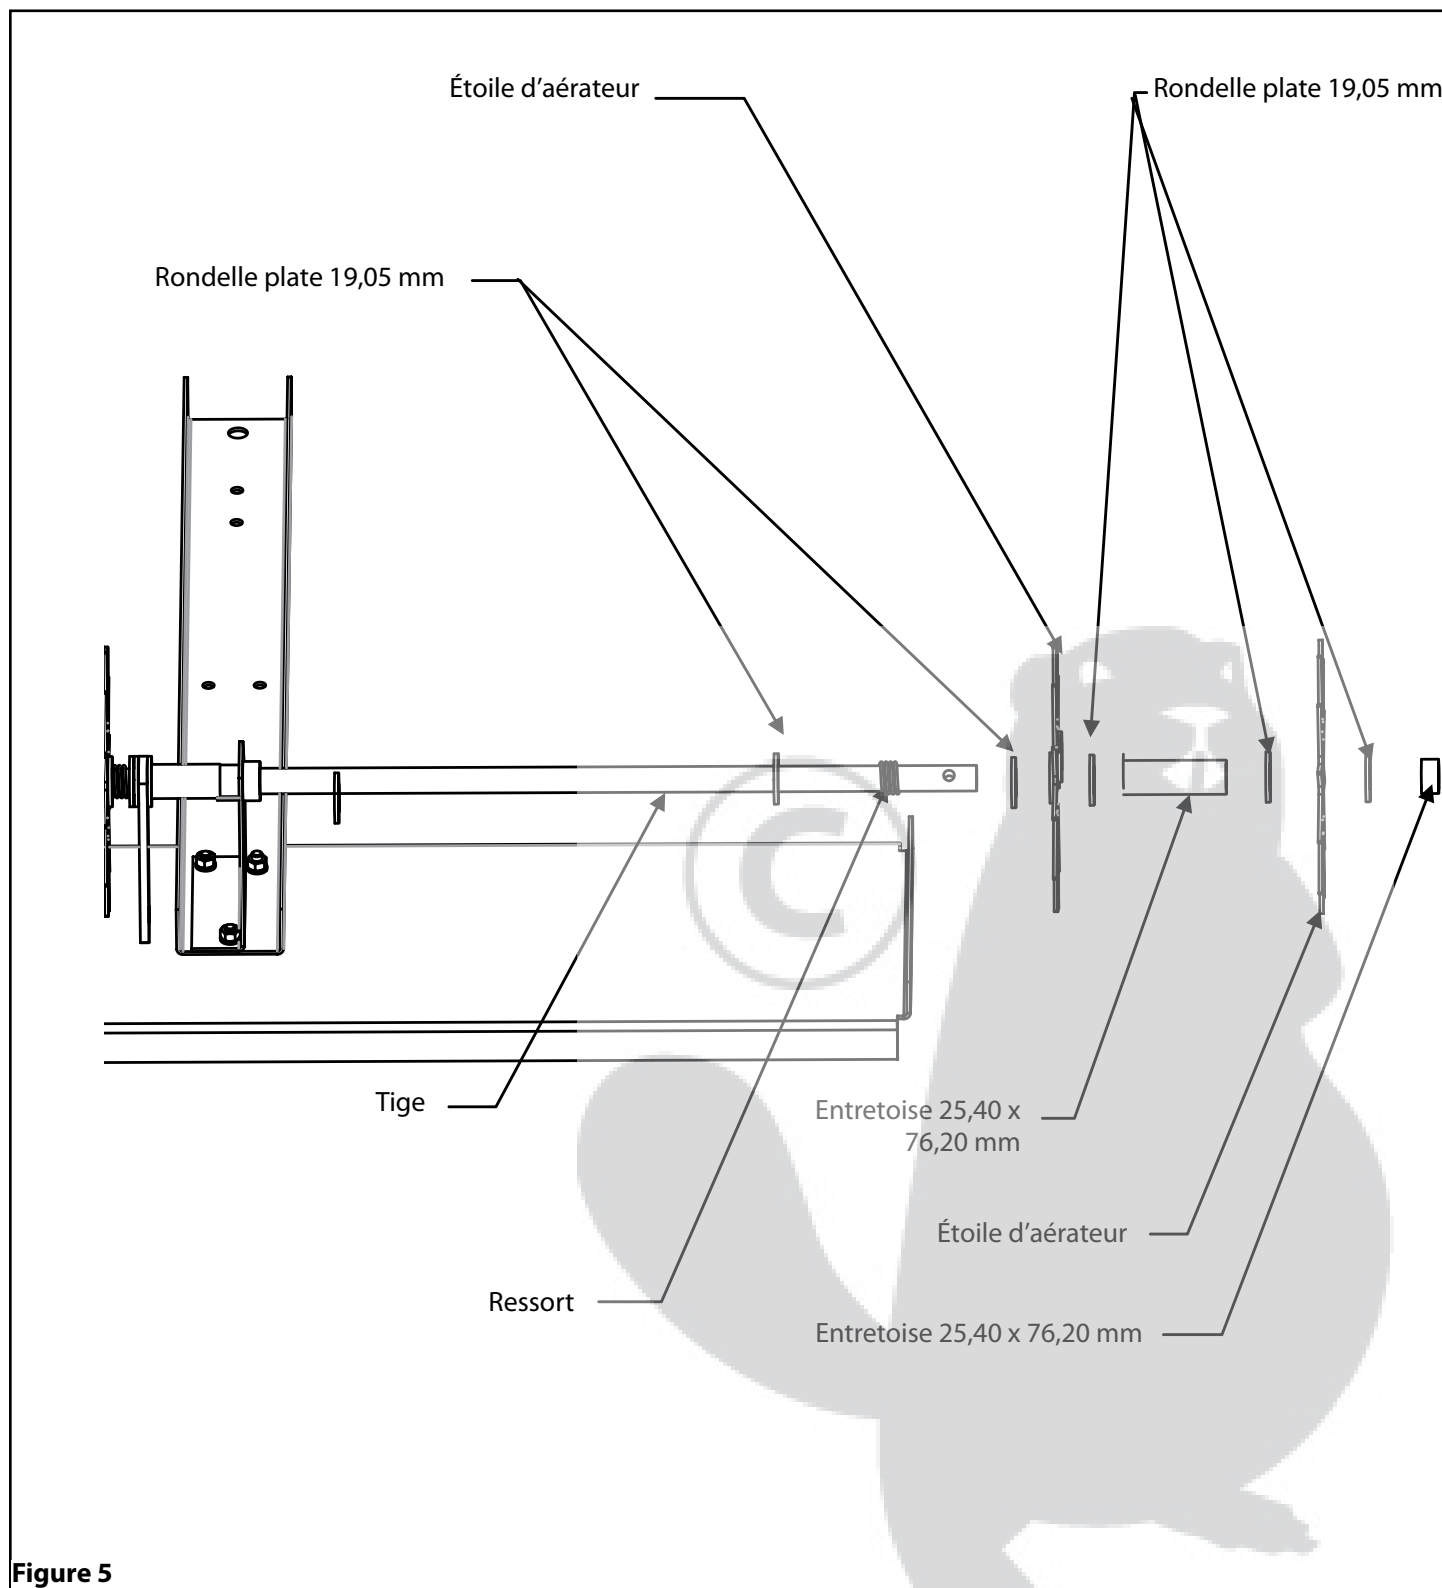

Figure 5
5. Sur l'extrémité longue de la tige, placez une rondelle plate de 19,05 mm, suivie par un ressort de tige et une autre rondelle plate de 19,05 mm. Ensuite, insérez une rondelle plate de 19,05 mm, une étoile d'aérateur, une autre rondelle plate de 19,05 mm et une entretoise de 25,40 x 76,20 mm. Répétez cette opération cinq fois de plus. Ensuite, placez une entretoise de 25,40 x 12,70 mm sur la tige. Voir Figure 5.